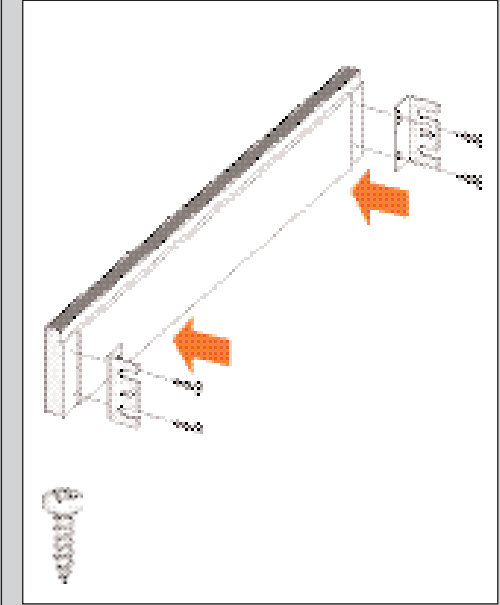

ABBILDUNG 43
1. Verschrauben Sie die zwei Leistenhalterungen mit der Sockelleiste (siehe Abb. 43).